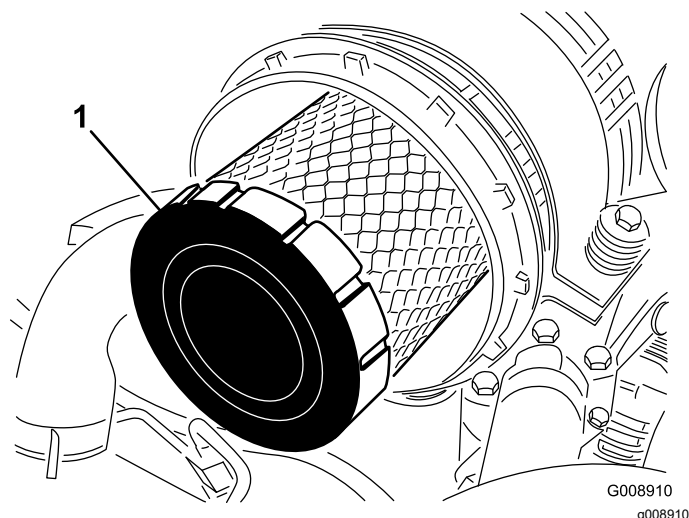

Figura 58
4. Retire e substitua o filtro primário (Figura 58).